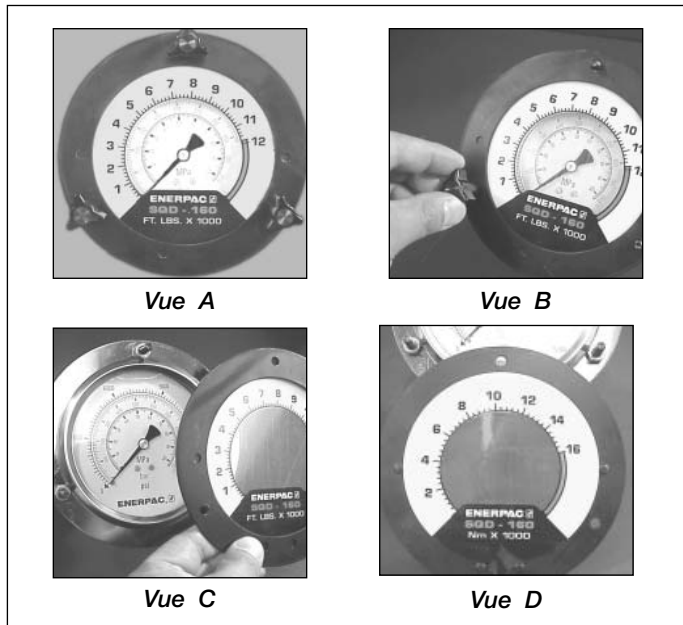

Figure 10, , Installation du recouvrement
La pompe est fournie avec un manomètre à pression installée. Selon l'utilisation, un jeu de disques interchangeable est fourni avec chaque pompe. Un disque s'adapte sur le cadran du manomètre de pression et convertit facilement les lectures de pression en lectures de couple (Voir fig. 10, Vue A). Le disque affiche les unités impériales (pi-lb) sur un côté et les unités métriques (Nm) sur l'autre côté. Pour changer d'échelles, simplement glisser le disque dessus.
1. Enlever les trois onglets noirs qui retiennent en place la collerette de manomètre avant (voir figure 10, vue B).
2. Enlever la collerette avant et le disque (voir figure 10, Vue C).
3. Insérer le nouveau disque (ne pas oublier de vérifier que le disque correspond bien à la clé dynamométrique Enerpac employée) sur la collerette, aligner le disque avec les coches à l'arrière de la collerette (voir figure 10, Vue D).
4. Tout en tenant le disque derrière la collerette (voir figure 10, Vue C), insérer la collerette dans les goujons de la poignée, repositionner le disque au besoin et serrer manuellement les poignées (voir figure 10, Vue B). La collerette appuiera le disque sur le manomètre et la retiendra en place. Consulter les directives de la clé dynamométrique pour connaître la quantité de pression requise pour produire le couple souhaité. Tenir compte que la pression maximum varie selon les clés et les accessoires.